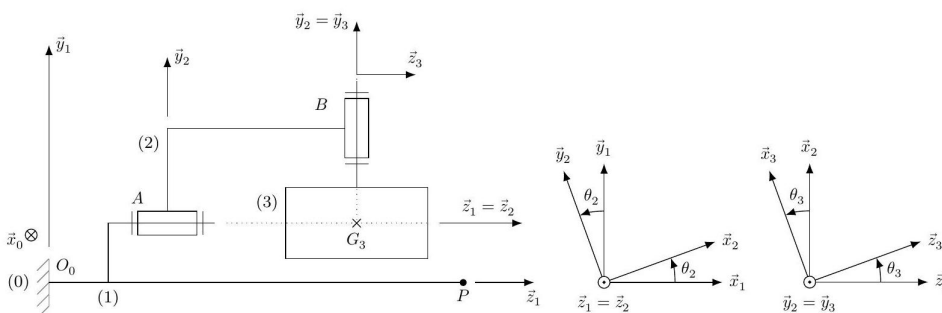

FIGURE 3 – Schéma cinématique simplifié du mécanisme (représenté pour $\theta_2 = \theta_3 = 0$) et figures de changement de base
Pour déterminer les actions mécaniques créées par le système GyroLock sur le stabilisateur (1), un modèle simplifié du mécanisme, donné figure 3, est utilisé. Ce modèle simplifié, dans lequel la liaison entre le stabilisateur (1) et la table d'opération (0) est modélisée par un encastrement, permet :
- ▶ d'étudier l'effet gyroscopique $c_x(t)$ créé par le système GyroLock permettant de compenser l'effet de l'effort cardiaque, sans prendre en compte le mouvement du stabilisateur (1);
Le système GyroLock, dont la modélisation est donnée figure 3, est composé de trois solides :